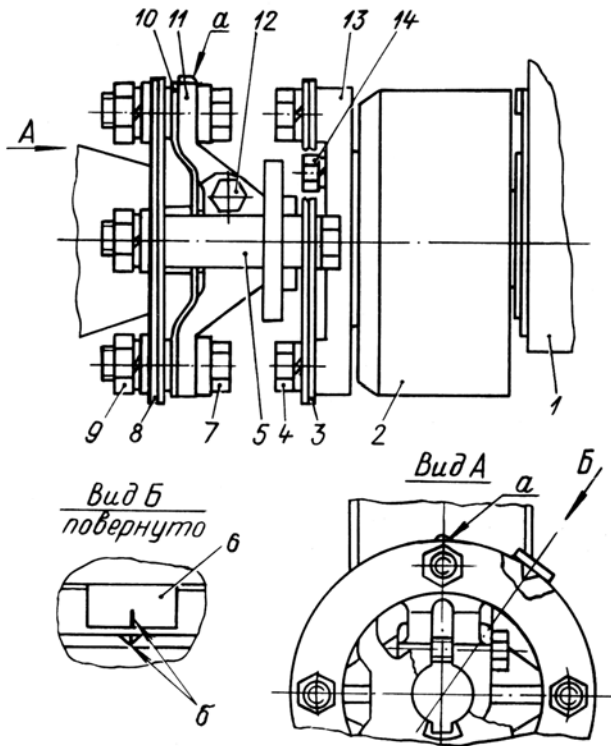

Рис. 17. Привод топливного насоса высокого давления:
В момент совмещения меток, показанных на рис. 15 и 16, должны совместиться метка на торце муфты 2 (рис. 17) опережения впрыскивания с риской на указателе 8. Если метки не совместились, отвернуть две гайки 11 и поворотом муфты опережения впрыскивания за счет овальных отверстий на приводе совместить указанные на рис. 17 метки.
1. Установить ведомую полумуфту 14 на муфту 2 (рис. 17) опережения впрыскивания и закрепить ее четырьмя болтами.